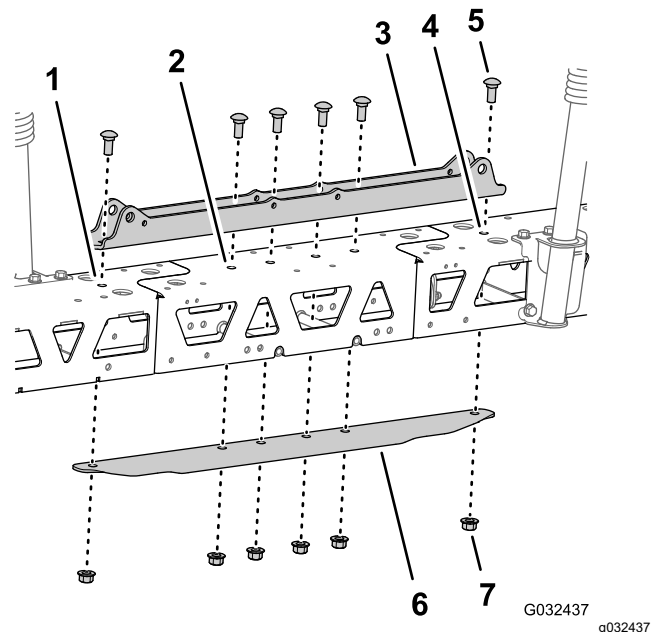

Figura 56
5. Alinee los orificios del soporte de los cilindros con los orificios situados en la línea central del tramo de celosía y de la extensión del brazo central. (Figura 56)
6. Inserte la pletina de unión en el tramo de celosía y alinee el orificio de la pletina con los orificios situados en la línea central de los tramos de celosía y de la extensión del brazo (Figura 56).
7. Ensamble el soporte de los cilindros, los tramos de celosía, la extensión del brazo central y la pletina de unión con los 2 pernos de cuello cuadrado ($\frac{1}{2}$ " x $1\frac{1}{4}$ ") y las 2 contratuercas con arandela prensada ($\frac{1}{2}$ ") que retiró en el paso 2 de Separación de los tramos de celosía de la sección de fumigación central (página 31), y los 4 pernos de cuello cuadrado ($\frac{1}{2}$ " x $1\frac{1}{4}$ ") y 4 contratuercas con arandela prensada ($\frac{1}{2}$ ") del kit de acabado del sistema de fumigación GeoLink (Figura 56).